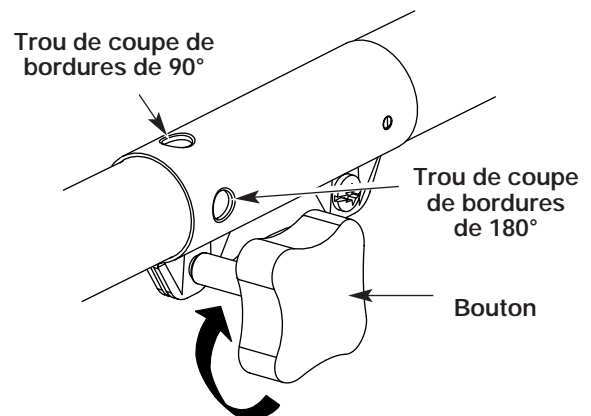

Figure 21
3. Serrez le bouton en le tournant à droite (Fig. 21).
Pour couper les bordures à l'aide de la tête d'accessoire de coupe sur les modèle EZ-Link^{MC}, verrouillez le bouton de déclenchement de l'accessoire de coupe dans le trou de 90° ou de 180° (Fig. 21).